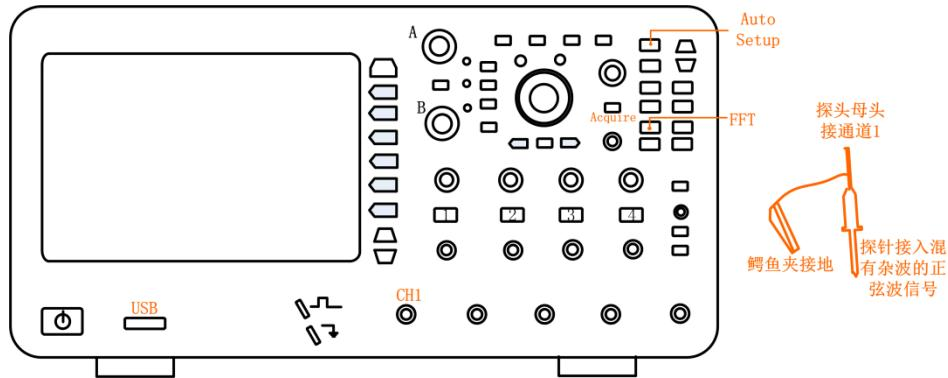
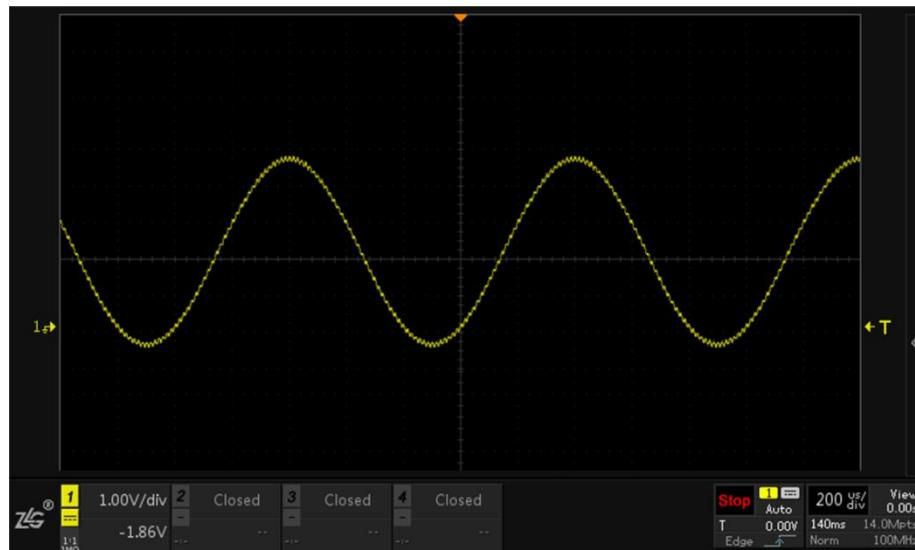

图 19.7 接入信号
图 19.8 数学运算界面
1、在通道 1 接入有谐波混杂的正弦信号，如图 19.7 所示，点击【Auto Setup】一键捕获波形，如下图 19.8，此时可以很明显的观察到信号中存在干扰谐波，此时可利用 FFT 计算整个信号的频率，分析出干扰谐波的频率值；